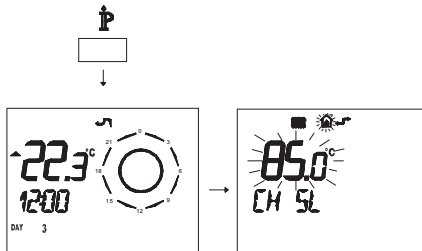

Fig. 5.67
- Premere per più di 3 secondi il pulsante **IP** per entrare in modalità **INFO** (Fig. 5.67).